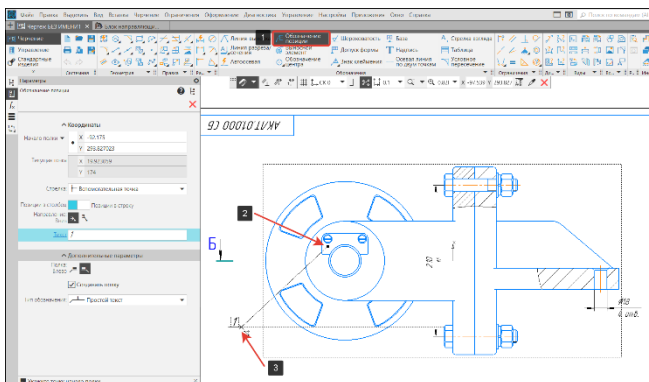

Рисунок 401 – Команда Обозначение позиций
- На панели обозначения выберем команду Обозначение позиций (1) (Рисунок 401);
- Укажем первую точку – привязка к компоненту (2), второй точкой (3) укажем расположение полки линии выноски на чертеже (Рисунок 401);